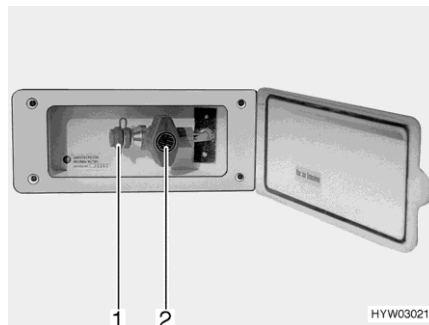

Fig. 172 Raccordement externe de gaz (robinet d'arrêt de gaz fermé)
- Raccorder l'appareil à gaz externe sur le raccord (Fig. 172,1).
- Ouvrir le robinet d'arrêt de gaz (Fig. 172,2).